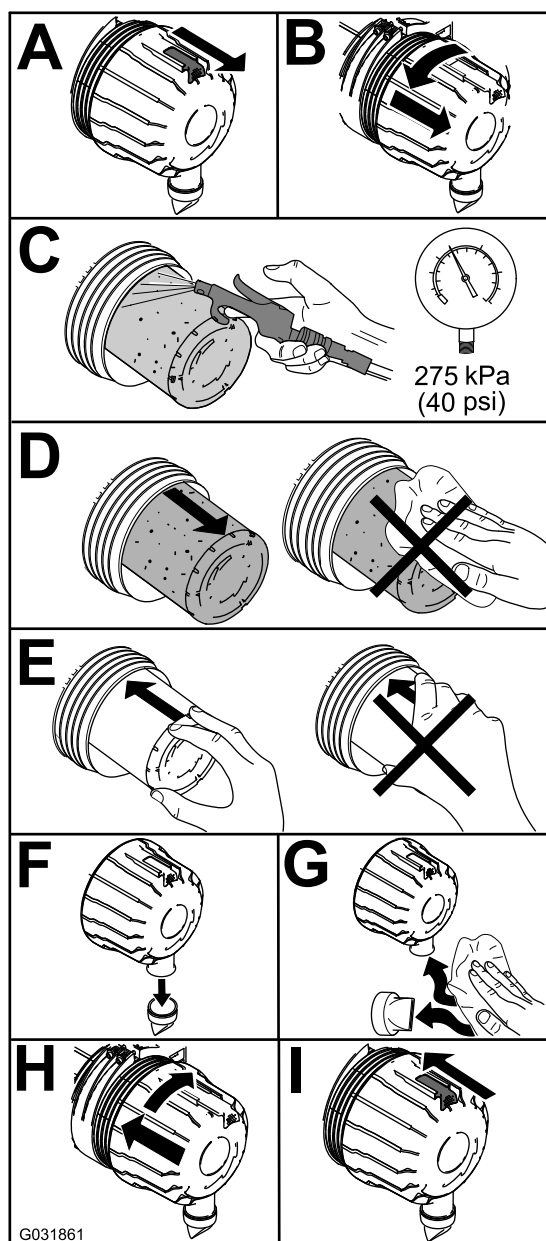

Figure 48
1. Remplacez le filtre à air (Figure 48).